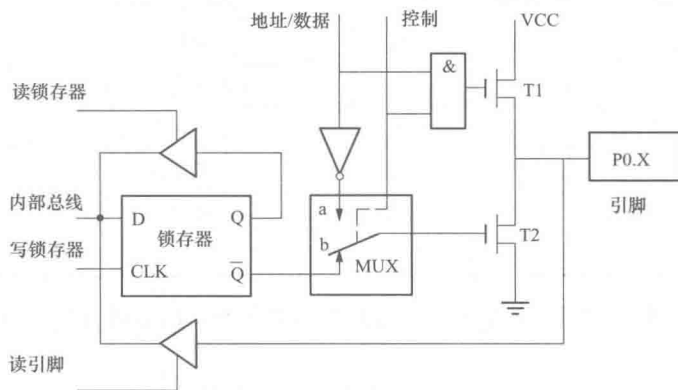

图 1-5 P0 口
1) P0 口（见图 1-5）。由一个数据输出锁存器和两个三态数据输入缓冲器组成。